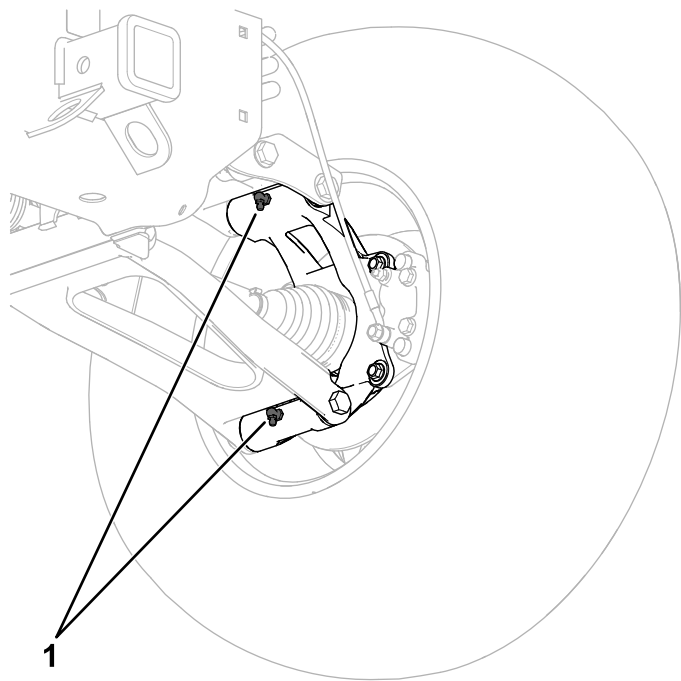

**Figure 57**
- **Pivots de fusée arrière (4)** ; voir Figure 57